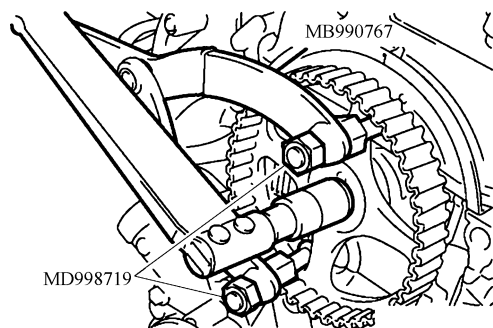

图 28-28 使用专用工具安装凸轮轴链轮
- 2) 按照图 28-28 所示, 用专用工具 MB990767 和 MD998719 固定住凸轮轴链轮, 拧紧凸轮轴链轮螺栓。螺栓的紧固力矩为 $88 \pm 10 \text{ N} \cdot \text{m}$ 。